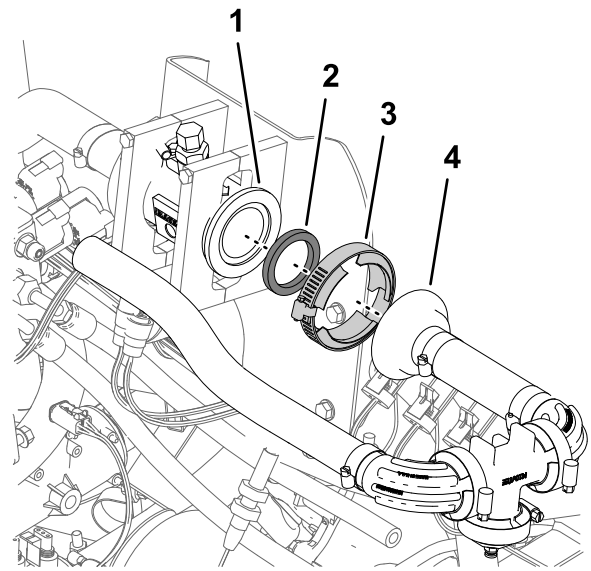

Figura 89
- Apriete la brida de fijación a mano (Figura 89).